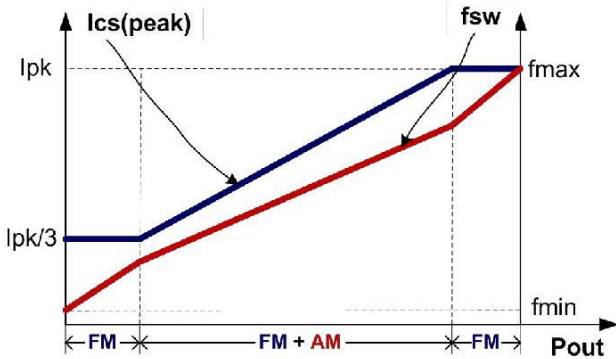

图 4
如图 4 所示，为了满足严苛的平均效率和待机功耗要求，FS6116 采用了调幅控制 (AM) 和调频控制 (FM) 结合的多模式控制技术。